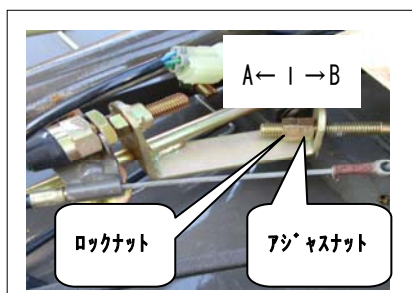

図 2
- ③ 上記寸法以外でつながる時は、走行ロッドのアジャストナットで張りを調整して下さい。〈図 2 参照〉